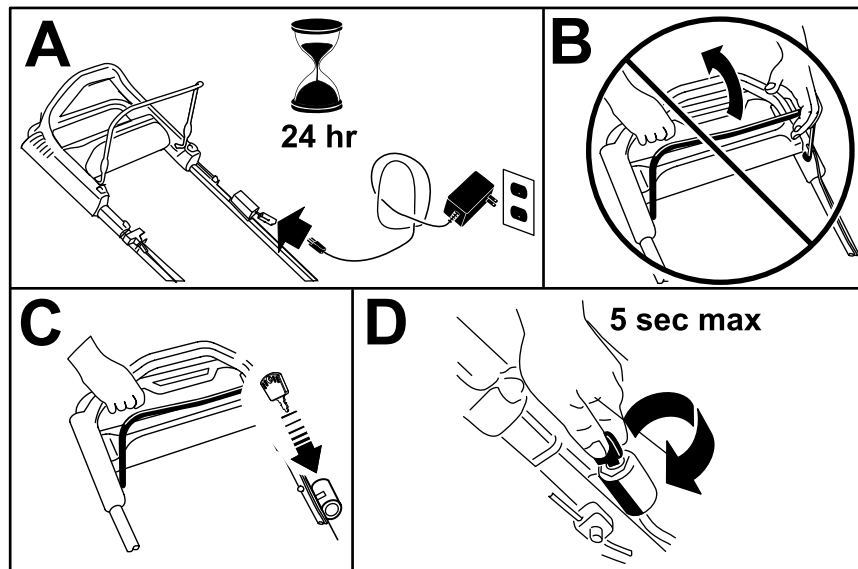

Figura 15
1. Tenete in carica la batteria per 24 ore prima di usare la macchina per la prima volta (riquadro A della Figura 15).
**Importante:** Non tentate di avviare il motore con la barra di comando della lama innestata, in quanto potreste fare scattare il fusibile (riquadro B della Figura 15).
2. Inserite la chiave nell'accensione (riquadro C della Figura 15).
3. Portate la chiave di accensione sulla posizione di Avviamento e mantenetele in quella posizione per rilasciarla quando il motore si avvia (riquadro D della Figura 15).